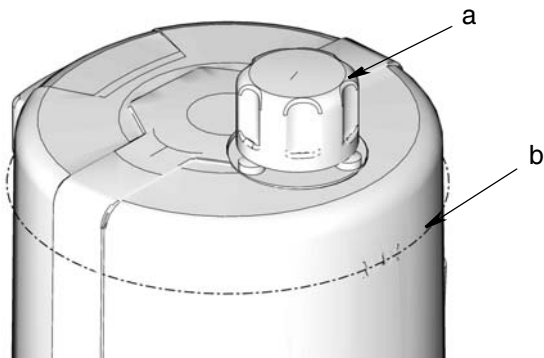

Рис. 16
- Не превышайте максимального заправочного объема. (Рис. 16).